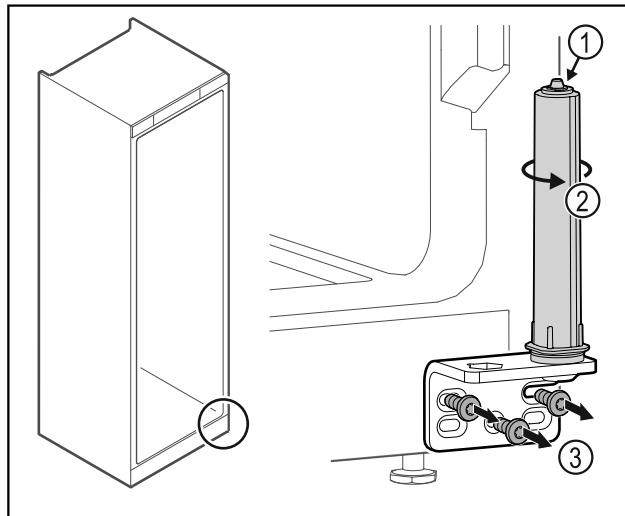

Fig. 23
- No desensamblar el sistema de cierre de la puerta Fig. 23 (1).
- Girar el sistema de cierre Fig. 23 (2) hasta que haga clic.
- Desatornillar la escuadra de bisagra Fig. 23 (3).